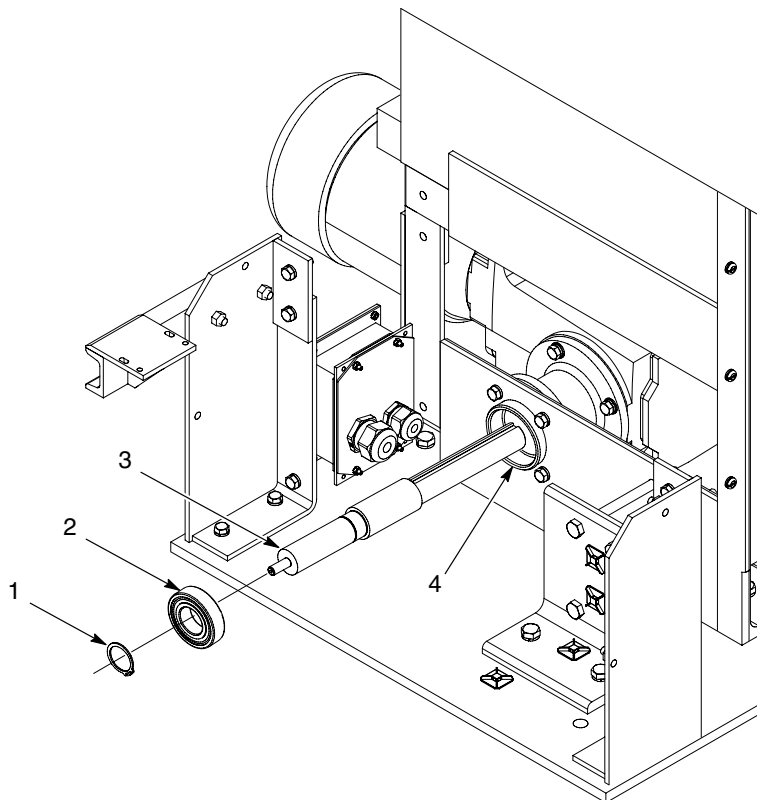

Abb. 20 Lager oder Getriebemotorwelle ersetzen
3. Siehe Abbildung 20. Haltering (1) von der Antriebsmotorwelle (3) abnehmen. Die Antriebsmotorwelle vom Adapter (4) abnehmen.
4. Die Antriebsmotorwelle (3) auf Verschleiß und Beschädigung prüfen und bei Bedarf ersetzen.
5. Das Lager (2) vom Adapter (4) abnehmen.